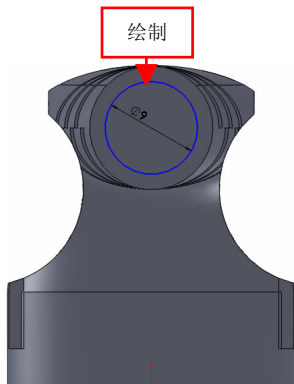

图 15-62 绘制草图对象
(16) 单击【草图绘制】按钮，选取合适的模型表面为草图基准面，进入草图绘制环境，绘制草图对象，如图 15-62 所示。